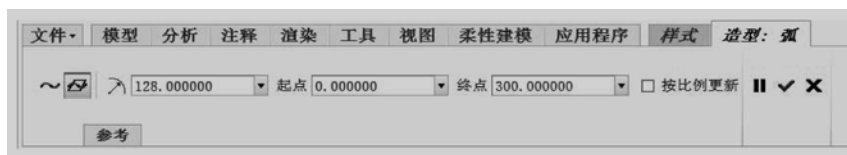

图 8-16 在“造型：弧”选项卡中设置弧的相关参数
① 在“样式”设计环境中，单击“样式”选项卡“曲线”面板中的“弧”按钮，打开“造型：弧”选项卡。
② 在“造型：弧”选项卡中单击“创建自由曲线”按钮或“创建平面曲线”按钮来指定要创建的弧的类型。在这里，单击“创建平面曲线”按钮。
③ 在“造型：弧”选项卡中分别设置半径值、起点角度值和终点角度值，如图 8-16 所示。